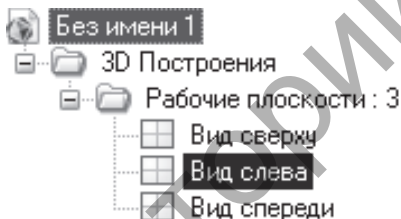

Рисунок 10.1
1. Создайте новый документ, выбрав в меню «Файл→Новая 3D-модель», или щёлкните кнопку на панели инструментов «Новая 3D-модель». При необходимости подключите вкладку «Структура 3D-модели». Выберите рабочую плоскость «Вид слева» (рис.10.1). Чтобы начертить, выберите команду «Построение→Прямая».